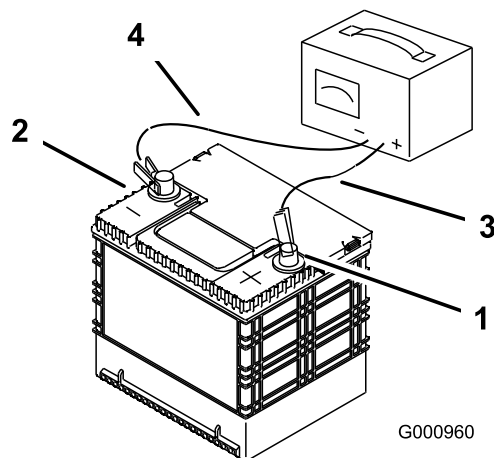

Figura 65
3. Cuando la batería esté completamente cargada, desconecte el cargador de la toma de electricidad, luego desconecte los cables del cargador de los bornes de la batería (Figura 65).